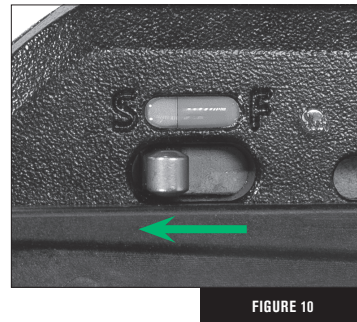

FIGURE 10
- 1b Glissez le cran de sûreté de la position « FIRE » à la position « SAFE ». (Fig.10)
- 3f Continuez à tirer sur la corde de l'arbalète jusqu'à ce que le cran de sûreté de la détente se déplace sur la position « SAFE ». (Fig.10)